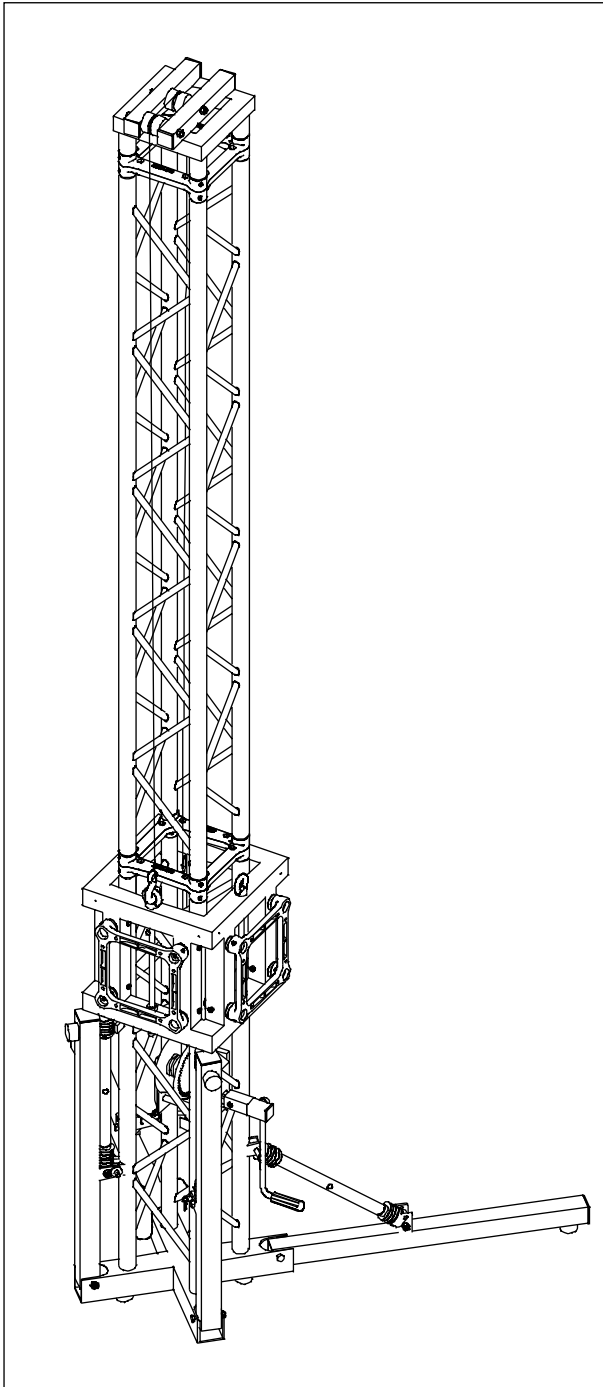

Fig. 10
8. L'operazione successiva è quella di innalzare manualmente la torre per portarla in posizione verticale (fig. 10) facendo comunque attenzione a non abbandonare mai la torre in questa fase poiché la stessa è instabile.